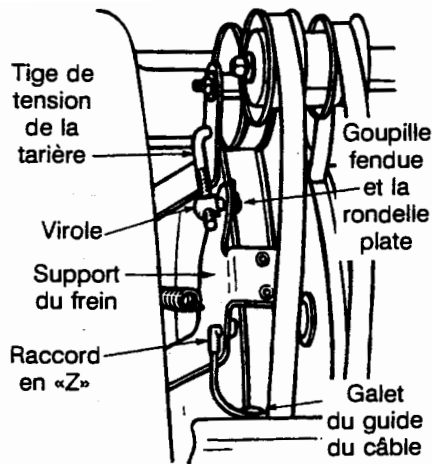

FIGURE 16
- Retirez la goupille fendue et la rondelle de la virole pour dégager la tige de tension de la tarière du support du frein, comme à la Figure 16.
- Attachez le raccord en «Z» du câble sur le support du frein. Voir la Figure 16.